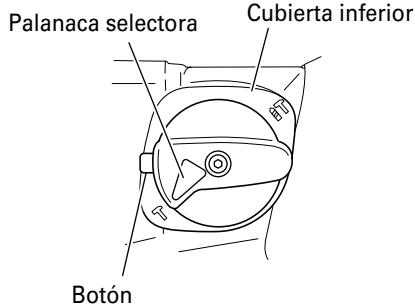

Fig. 7
- Alinee la marca **▲** de la palanca selectora y **■** del sujetador de palanca, tal como se muestra en la Fig. 7.